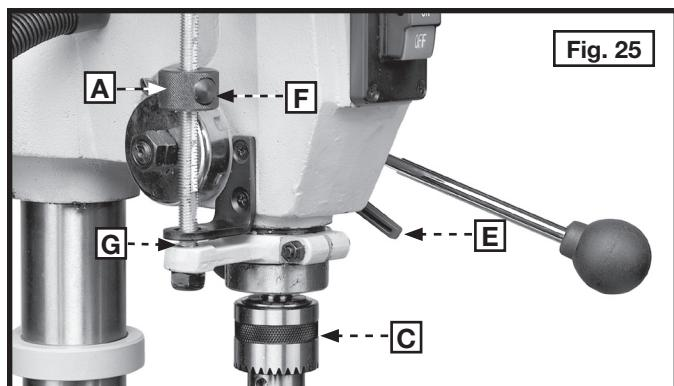

Fig. 25
Pour le perçage d'une série de trous de la même profondeur, utiliser l'écrou d'arrêt (A), fig. 25, sur la tige d'arrêt filetée (B).
2. Abaisser le mandrin (C), fig. 25, à la profondeur voulue. Serrer le levier de blocage du fourreau (E).
- REMARQUE :** le levier de blocage du fourreau (E), fig. 25 et 26, est à ressort et peut être repositionné. Sortir la poignée, la positionner sur le moyeu (D) et laisser la poignée glisser en place.
3. Enfoncer le bouton à ressort (F), fig. 25, et déplacer l'écrou d'arrêt (A) jusqu'à ce que la base de l'écrou (A) touche la butée (G). Tenir la poignée de l'arbre pignon et desserrer le levier de blocage du fourreau (E). Tourner les poignées de l'arbre pignon pour remettre le mandrin et le fourreau en position « élevée ».
5. Percer un trou d'essai pour vérifier la profondeur. Réajuster au besoin en tournant l'écrou d'arrêt (A), fig. 25, pour le réglage fin. Pour le réglage fin, il n'est pas nécessaire d'enfoncer le bouton (F) au moment de faire tourner l'écrou d'arrêt (A).